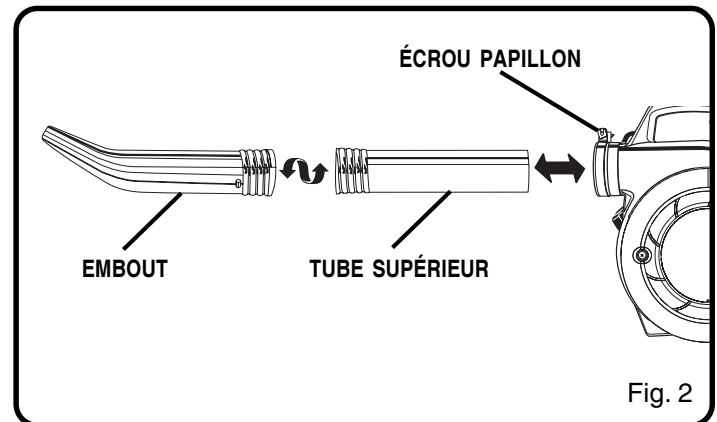

Fig. 2
Voir la figure 2.
4. Tourner le tube pour que l'embout soit orienté vers le haut, comme illustré. Serrer fermement l'écrou papillon. Voir la figure 2.